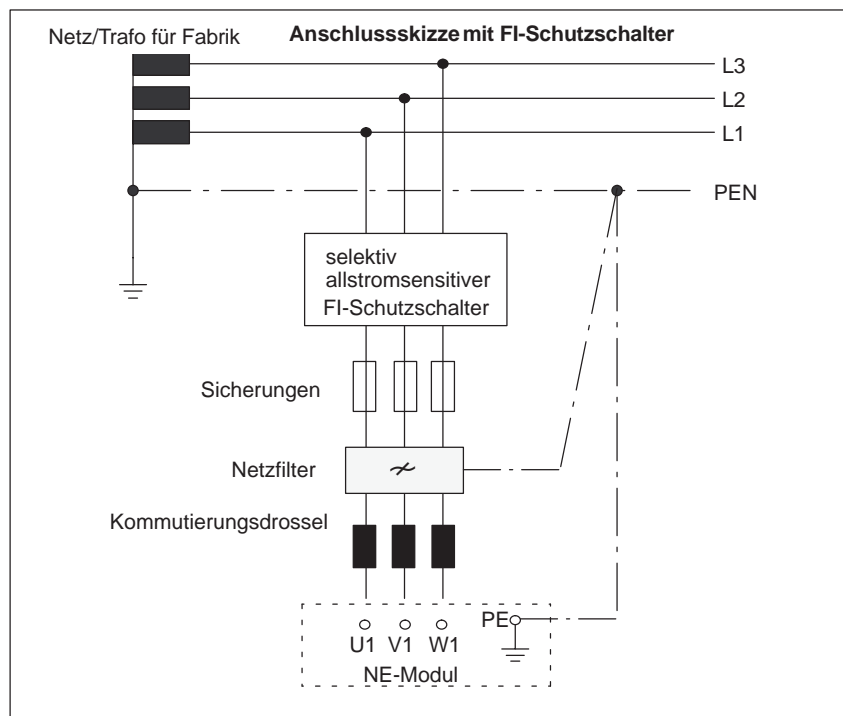

Bild 7-1 Anschlusskizze FI-Schutzschalter
- Ausschließlich die Verwendung eines verzögert auslösenden (selektiven), allstromsensitiven FI-Schutzschalter zulässig ist (Anschluss entsprechend Bild 7-1).
- Berührbare Teile des Elektrischen Betriebsmittels (EB) und der Maschine in eine Schutzerdungsmaßnahme eingebunden sind.